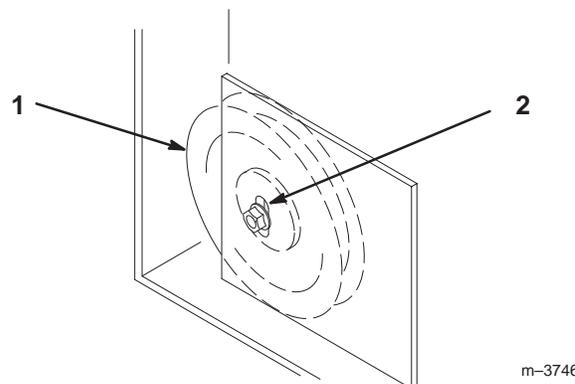

Figure 63
7. Si un réglage est nécessaire, desserrez la poulie de renvoi fixe à droite de la plaque de support et déplacez-la en haut ou en bas de la fente de réglage (Fig. 63). Pour détendre la courroie, tirez sur la poulie de tension rappelée par ressort.